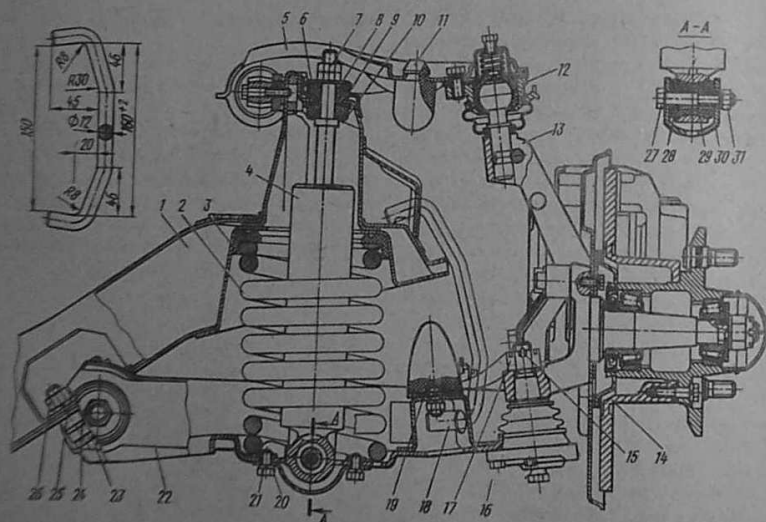
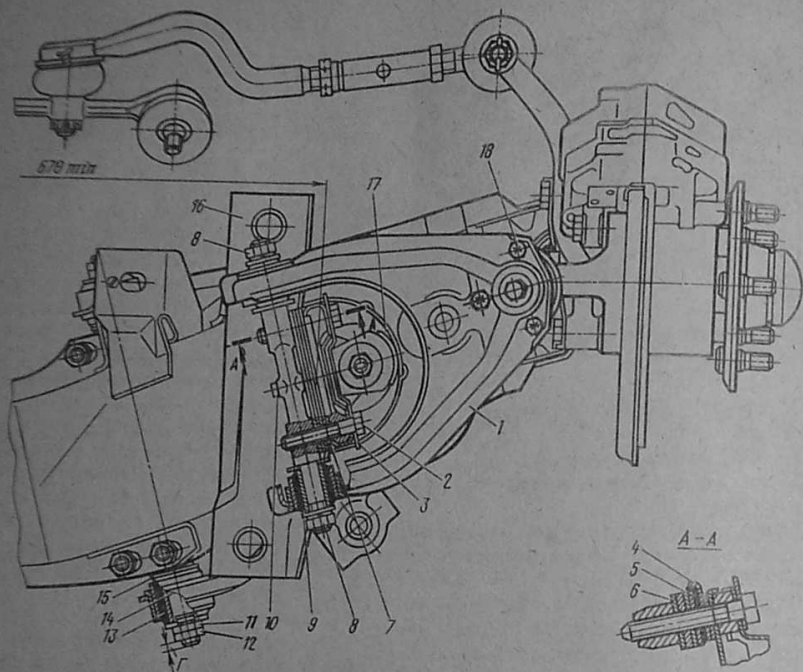

Рис. 102. Передняя подвеска:
Рис. 105. Установка рычагов на поперечине подвески:
Подвеска (рис. 102) собрана на штампованной сварной поперечине, закрепляемой полужестко на лонжеронах рамы болтами через резиновые прокладки. Рычаги подвески соединены с поперечиной посредством резинометаллических шарниров (сайлентблоков). Верхние рычаги в сборе с осью крепятся на опоре поперечины болтами. Между осью и опорой размещены
Снятие и установка передней подвески. Для удобства работы с подвеской при снятии ее с автомобиля или же при ремонте отдельных узлов подвески целесообразно использовать стяжку (скобу), установка которой показана на рис. 102. Изготавливать стяжку следует из стали 45 с последующей закалкой и отпускком до твердости HB 286—321. Установка стяжки необходима для блокировки пружины передней подвески и исключения случайного травмирования при распускании пружины. Стяжку следует устанавливать перед снятием передних колес, когда пружины подвески нагружены весом автомобиля. Вначале устанавливается нижний конец стяжки в отверстие нижнего рычага, а затем вводится в отверстие поперечины верхний конец стяжки. Если верхний конец стяжки не достигает названного отверстия, необходимо сжать пружину дополнительной нагрузкой. Последовательность снятия подвески следующая.
4. Ослабить затяжку гаек 11 (рис. 105) на осях нижних рычагов, предварительно открутив контргайки 12, и гайки 8 на осях верхних рычагов для обеспечения свободного поворачивания рычагов на их осях и исключения случайного разрушения резины сайлент-блоков при последующей разборке или сборке подвески.
Новую или отремонтированную подвеску устанавливают на автомобиле в обратной последовательности. При этом для удобства монтажа желательно установить стяжку 18 (см. рис. 102) или приспособ-
ление для поджатия пружин. Верхние рычаги должны быть временно отсоединены в точках крепления болтами 2 (см. рис. 105), так как рычаги препятствуют установке подвески на лонжероны рамы.
Следует иметь в виду, что при установке на автомобиль новой подвески необходимо сохранить прокладку 6 (см. рис. 105) и скобы 4 и 5 в местах, установленных при заводской регулировке. При их утере требуется дополнительная регулировка развала и кастера. Последовательность установки подвески следующая.
наличии стяжки 18 (см. рис. 102), обеспечивающей среднее положение рычагов.
4. Ослабить контргайки 12 (см. рис. 105) и гайки 11. Отвернуть гайки на болтах крепления шаровой опоры к нижнему рычагу и отсоединить опору от рычага. Снять стойку.
После удаления пружин необходимо: отвернуть гайки 26 (см. рис. 102) и выбить легкими ударами болты 23 крепления держателей к фланцам поперечины подвески. Снять нижние рычаги вместе с осью. *Обратить внимание* на упорные шайбы 24, установленные в прорезях держателей, так как при небрежном обращении они могут быть утеряны:
отвернуть гайки 11 и 12 (см. рис. 105) и выбить легкими ударами ось нижнего рычага, после чего свободно вынимаются распорная втулка оси, держатели оси и шайбы 15.
Установку рычага производят в обратной последовательности. Гайки 11 и 12 (см. рис. 105) навертывают на ось с небольшим усилием, так как их окончательная затяжка производится на автомобиле при среднем положении рычагов. Это условие необходимо для обеспечения наиболее благоприятных условий работы резиновой втулки сайлент-блоков. После затягивания гаек 12 разность выступлений Γ концов оси рычага не должна быть более 1,5 мм.
Снятие, разборка и сборка верхнего рычага. Снимать верхний рычаг с автомобиля рекомендуется после установки в переднюю подвеску стержня 18 (см. рис. 102) для блокировки пружины подвески. Перед снятием верхнего рычага нужно обязательно ослабить на два-три оборота затяжного гаек 8 (см. рис. 105), расположенных на оси верхнего рычага. Это условие необходимо для обеспечения свободного поворота рычага на оси и исключения отрыва резины сайлент-блока от металлической арматуры при последующей разборке.
(см. рис. 102) от стойки 13 и отвести рычаг
Браковочным признаком в этом случае должны быть затруднения, возникающие при регулировке углов развала, т. е. если после удаления всех регулировочных прокладок 6 (см. рис. 105) и колодки 7 угол развала остается отрицательным. Поперечину подвески можно проверить до установки на автомобиль. В этом случае
необходимо проверить расстояние между поверхностями крепления осей верхнего рычага (см. рис. 105), которое должно быть не менее 670 мм.